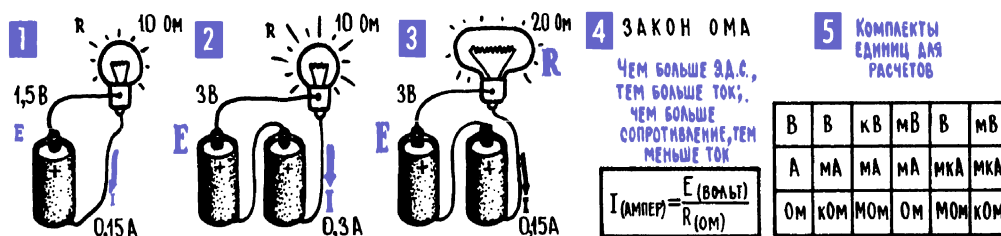

Рис. 4.1. Закон Ома
Закон Ома не относится к числу фундаментальных законов природы. Он рассказывает о довольно узком круге явлений в достаточно скромной системе – в электрической цепи. Рассказывает о том, как электрический ток в этой цепи зависит от действия генератора (ЭДС) и от свойств самой цепи (сопротивление). Зависимости эти, утверждает закон Ома, очень просты: ток прямо пропорционален электродвижущей силе генератора и обратно пропорционален сопротивлению цепи (рис. 4.1).
2. Из закона Ома можно получить две удобные расчетные формулы для вычисления ЭДС и сопротивления цепи. Все, о чем говорит закон Ома, можно записать в виде короткого алгебраического выражения, так называемой формулы. Для этого прежде всего введем условные обозначения – ЭДС обозначим буквой E , ток – буквой I и сопротивление буквой R . Краткая алгебраическая запись, формула закона Ома, приведена на рис. 4.1; 4. Из формулы видно, что ток I зависит от двух величин: от электродвижущей силы E и сопротивления R . В этой зависимости E находится в числи-